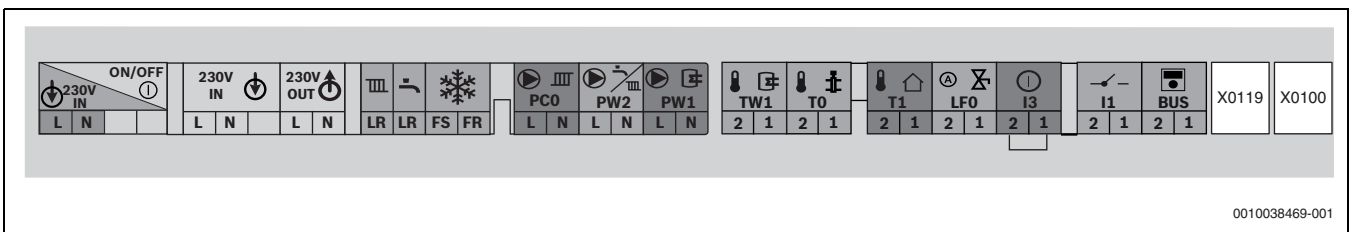

Bild 33 Klemmleiste für externes Zubehör
- Kabel an der Klemmleiste für externes Zubehör (→ Bild 33) anschließen.